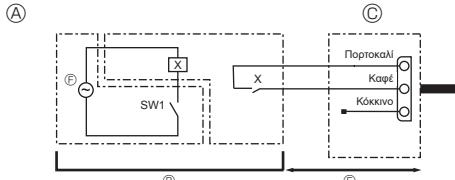

Fig. 8-1
④
8.1. Λειτουργία με χαμηλότερα επίπεδα θορύβου (επιπόπου τροποποίηση) (Fig. 8-1)